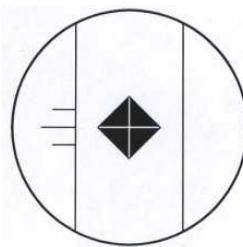

Abbildung 6-18 Richtiges Bild
- 5 Schauen Sie sich das Bild durch das 40x-Objektiv an. Eine der Diagonalen sollte jetzt Horizontal dargestellt werden. (Siehe Abbildung 6-18).